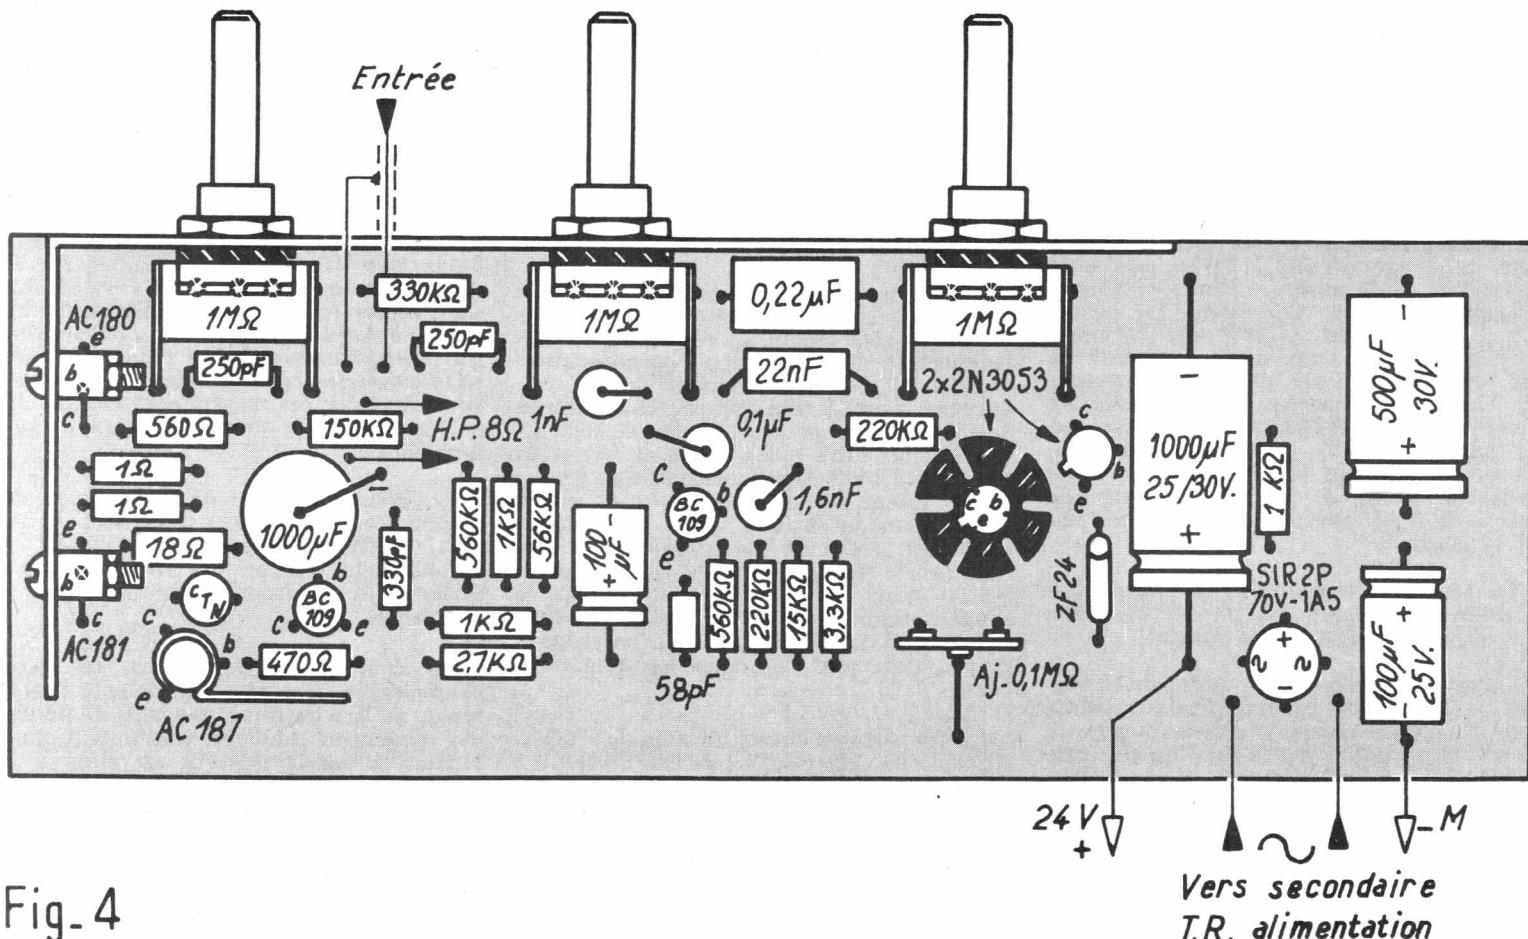

Fig. 4
b) Le module « Correcteur de tonalité et amplificateur de puissance » (fig. 4) est assemblé sur un circuit imprimé aux dimensions suivantes : 200 × 70 mm. Les potentiomètres de volume, graves et aigus sont fixés par soudure directement sur le circuit imprimé :
Il est donné à la figure 4. Ce bloc comporte comme le précédent, l'étage changeur de fréquence équipé par un AF126. Bien qu'extérieur au bloc, nous avons fait figurer le cadre sur ce schéma de manière à montrer son raccordement. Les enroulements PO et GO sont sélectionnés par une section du commutateur. L'enroulement GO est doté d'un trimmer fixe et éventuellement par un ajustable (C1). De même, l'enroulement PO peut être doté d'un trimmer ajustable C2. Le cadre est accordé lorsqu'il est en service, par la cage 280 pF du CV. Chaque enroulement possède une prise d'adaptation qui, par une section du commutateur attaque la base du transistor AF126. Pour la réception des gammes PO-GO sur antenne auto les enroulements